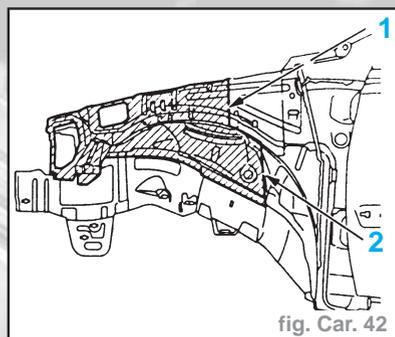

fig. Car. 42
- Déposer les pièces rapportées. Élever le renfort de passage de roue (1), passage de roue dans la zone du tablier (2), laisser en place la bride restante de tablier (fig. Car 42).